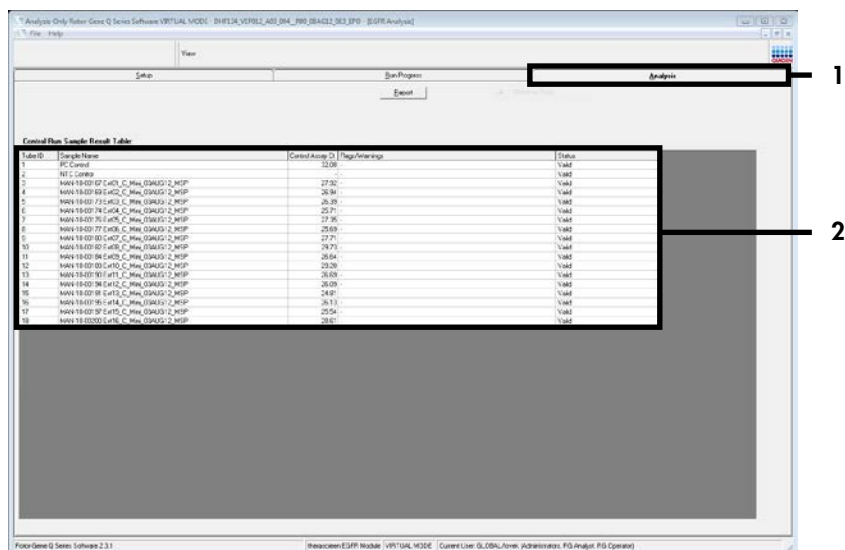

Figure 8. Onglet « Analysis » (analyse) (1) et rapport de résultats (2 = « Sample QC Result Table » (tableau des résultats de CQ d'échantillons)).
**Remarque :** si l'onglet « Analysis » (analyse) ne s'ouvre pas, cliquer dessus (figure 8).
20. Les résultats de contrôle sont rapportés comme suit dans le tableau « Sample QC Result Table » (tableau des résultats de CQ d'échantillons) (figure 8).